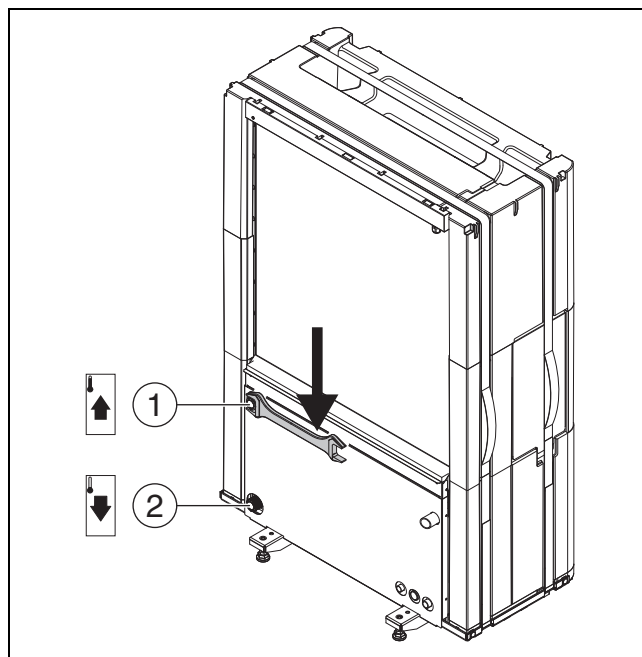

Fig. 12 Collegamento delle tubazioni del fluido termovettore, validi per tutte le dimensioni
- Collegare la mandata all'unità interna sull'uscita liquido termovettore della pompa di calore (→ [1], fig. 12).
- Collegare il ritorno dall'unità interna sull'uscita liquido termovettore della pompa di calore (→ [2], fig. 12).
- Stringere gli attacchi delle tubazioni del fluido termovettore con una coppia di serraggio di 120 Nm. Esercitare la forza verso il basso (→ fig. 12) per evitare un carico meccanico laterale del condensatore. Se l'attacco non è ermetico, stringere il raccordo con una coppia di serraggio di max. 150 Nm. Se l'attacco continua a non essere ermetico, è probabile che si sia verificato un danno alla guarnizione o al tubo collegato.